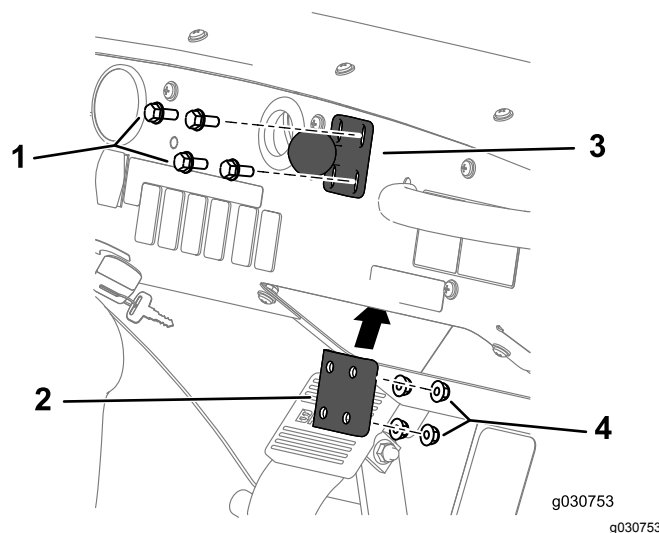

Figura 158
1. Montate il supporto del perno orientabile a sfera sul cruscotto con i 4 bulloni (1/4" x 1 1/2"), la piastra di rinforzo e il dado di bloccaggio flangiato (1/4"), come illustrato nella Figura 158.